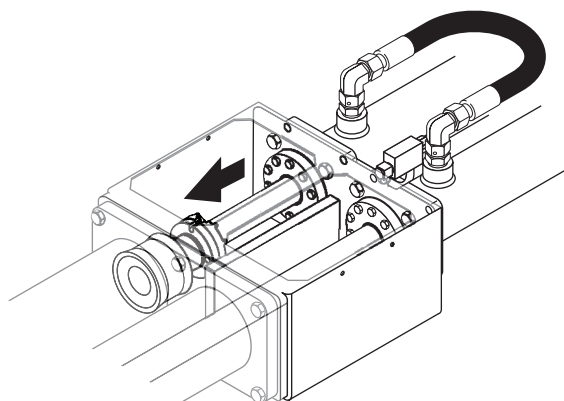

Figura 23
8. Reinicie el motor y borre todas las solicitudes de parada de emergencia. Presione el botón de avance o reversa de la bomba de concreto y el botón de cambio de ariete simultáneamente para extender lentamente la biela del cilindro hasta que apenas haga contacto con la brida del ariete de caucho (Figura 23). Suelte el botón de avance o reversa de la bomba de concreto o el botón de cambio de ariete para detener los cilindros diferenciales. Apague el motor.